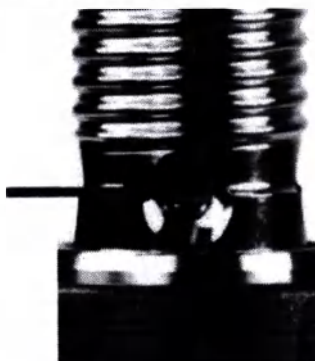

Рисунок 6.20: Цветная линия расположена посередине круглого отверстия.
6. Когда адаптер затянут правильно, цветная линия располагается посередине круглого отверстия (см. Рисунок 6.20).